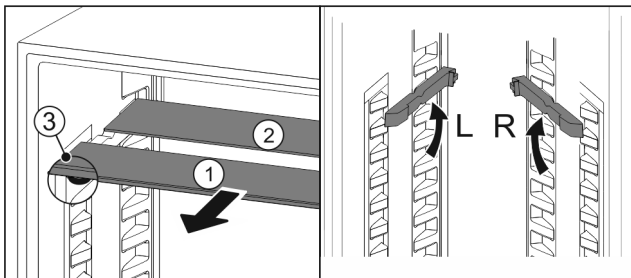

Fig. 143
- estrarre i ripiani di vetro singolarmente tirando in avanti Fig. 143 (1).
- Il piano in vetro Fig. 143 (1) con il motivo ornamentale è nella parte anteriore.
- I fermi Fig. 143 (3) sono rivolti verso il basso.